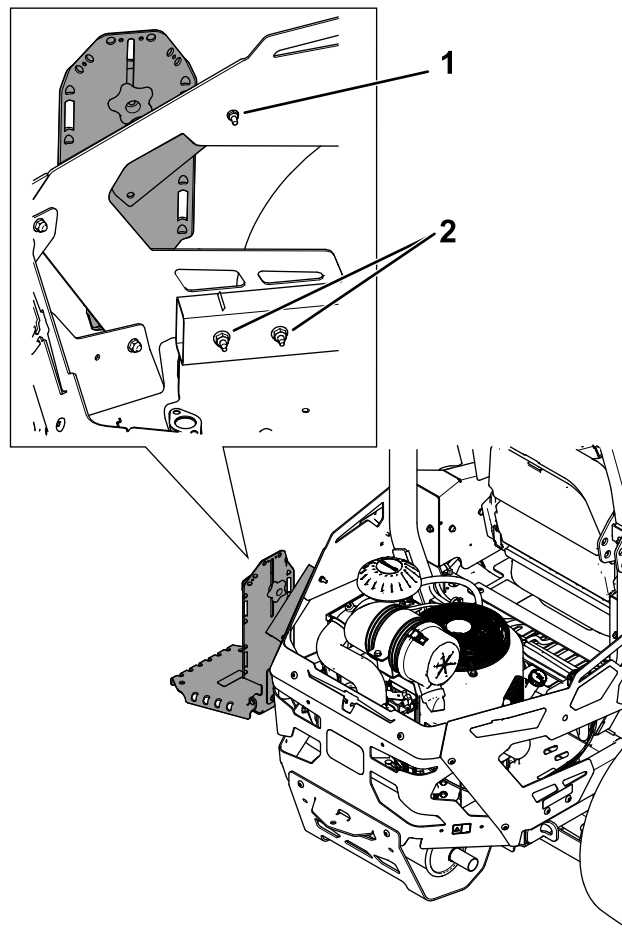
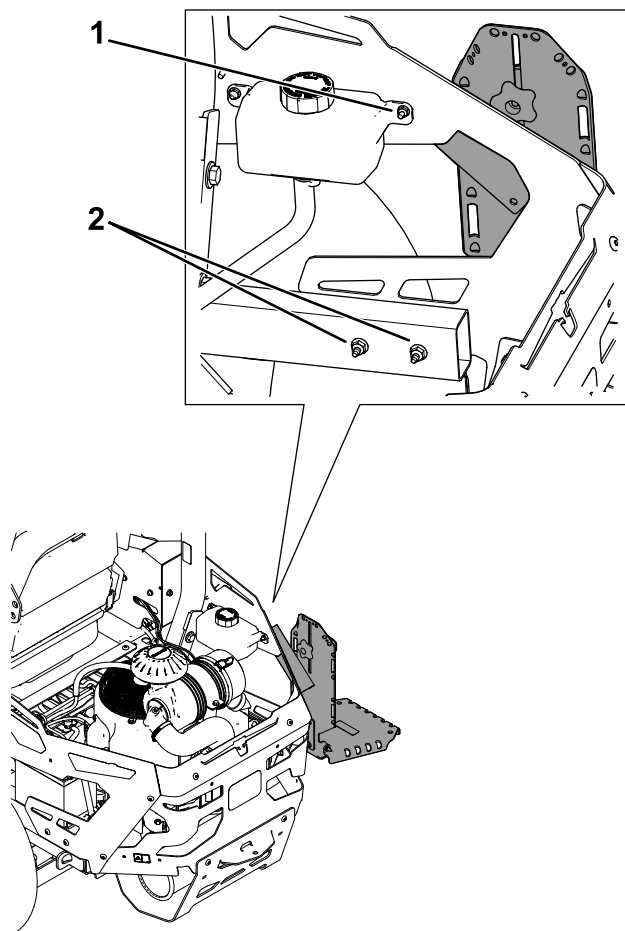

Figura 3
Figura 4
1. Prenda o conjunto de montagem à proteção traseira lateral utilizando um parafuso de carroçaria (1/4 x 1 pol.) e uma porca (1/4 pol.) como se mostra na Figura 3 ou Figura 4.
2. Prenda a parte inferior do suporte principal à proteção do motor utilizando dois parafusos (5/16 x 3 pol.) e duas porcas (5/16 pol.) como se mostra na Figura 3 ou Figura 4.